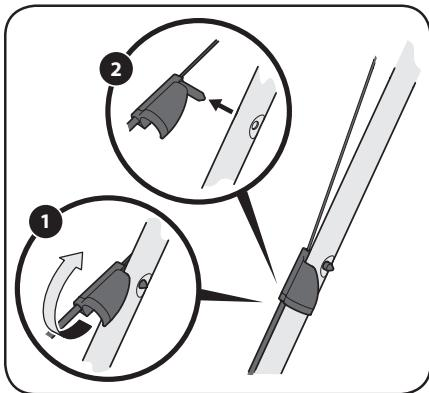

Figura 4-3
- Rote hacia arriba el accesorio del cable de la transmisión en la manija superior izquierda. Vea la Figura 4-3.